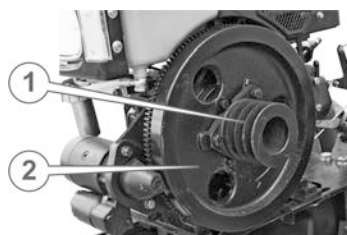

Рис. 4.9.
16. Установить ведущий шкив (1) (см. рис. 4.9.) на установочные приливы на маховике (2), закрепить тремя болтами М10, надежно зажать болты. Ведущий шкив должен плотно, без осевого и радиального биения, прилегать к установочной поверхности каждого прилива.